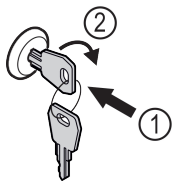

Fig. 75 Ilustrační zobrazení
- Klíč zasuněte dovnitř Fig. 75 (1).
- Otáčejte klíčem o 90° ve směru hodinových ručiček Fig. 75 (2).